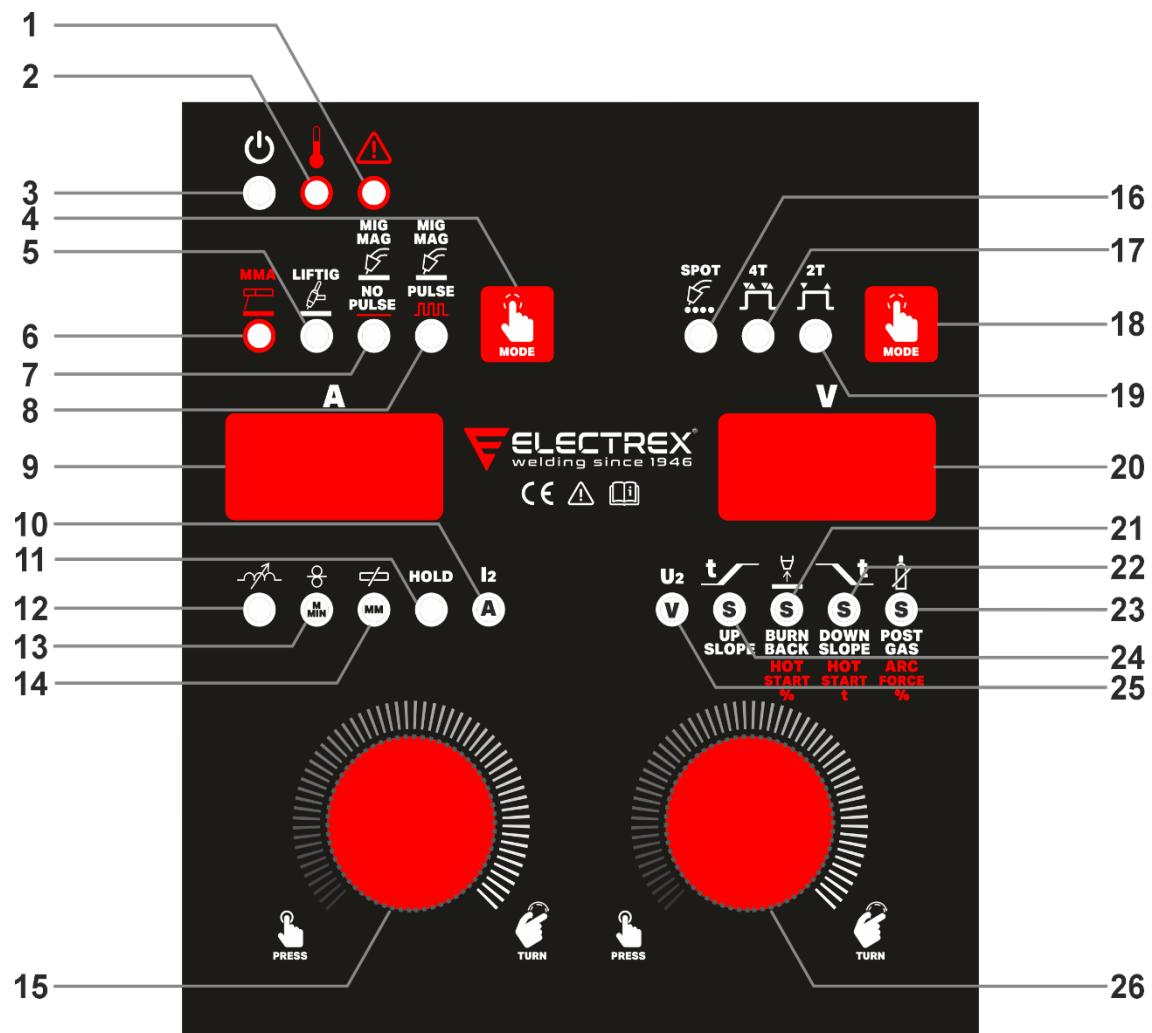

Fig 1.
15	Botton de réglage de paramètres (Fig. 1 – 10, 11, 12, 13, 14)
26	Botton de réglage de paramètres (Fig. 1 – 14, 15, 16, 17, 18)
- Dévisser l'écrou de serrage (1 - Fig.2) pour placer la bobine de fil sur le support de bobine de fil (4-fig.1). Confirmer que le système de freinage (2- Fig.2) est opérationnel, avec la broche (5- Fig.2) correctement insérée dans le trou de la bobine (3- Fig.2). Une fois la bobine de fil installée, serrer l'écrou.